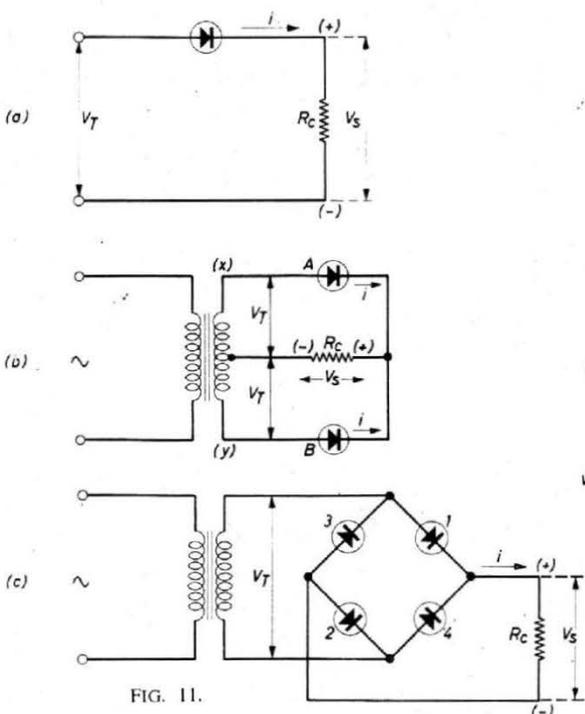
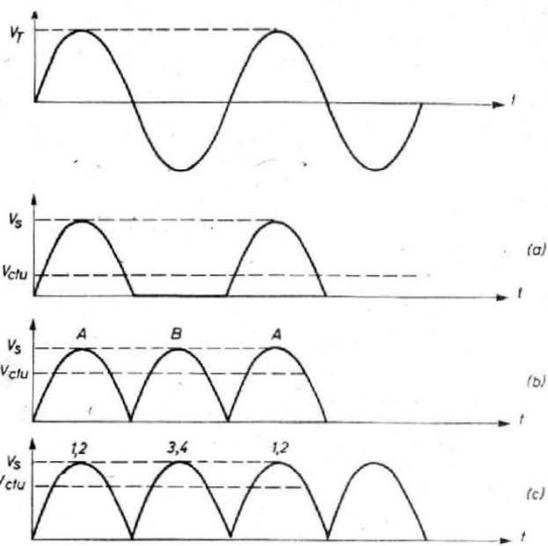

FIG. 11.
FIG. 12.
La figure 11 donne le schéma de principe de chacun de ces montages et la figure 12 représente, dans chaque cas, la forme d'onde de la tension de sortie, lorsque la tension d'entrée est sinusoïdale.
— Dans le montage 11 b, les redresseurs sont disposés de telle façon qu'ils conduisent chacun alternativement suivant le signe de la tension d'entrée. Les deux alternances de la tension d'entrée sont donc restituées comme le montre la figure 12 b.
— Dans le montage 11 c, les redresseurs (1) et (2) conduisent durant l'alternance positive et les redresseurs (3) et (4) durant l'alternance négative. On obtient donc, là aussi, un redressement des deux alternances (Fig. 12 c).